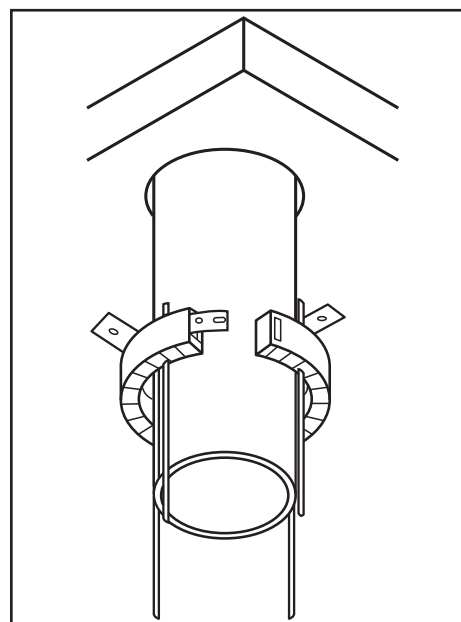

Figura 2: abra el PPD y colóquelo alrededor de la tubería.
- Abra el PPD y colóquelo alrededor de la tubería (Figura 2).